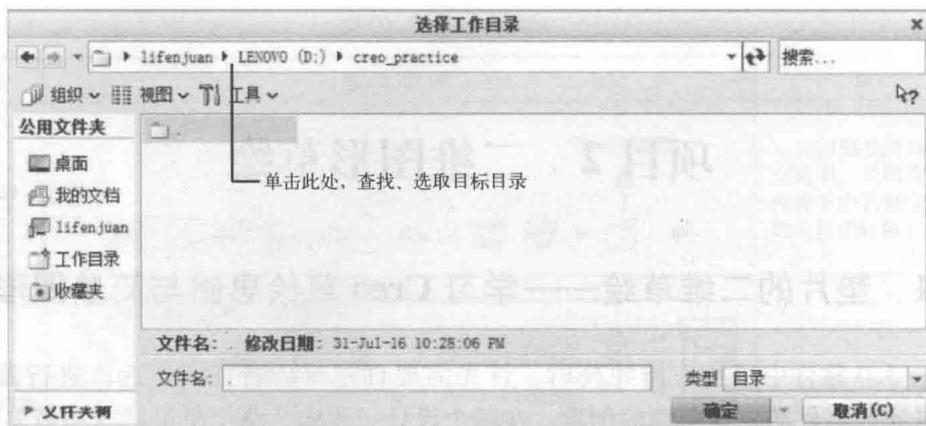

图 2-1-2 “选择工作目录”对话框
① 启动Creo 3.0软件，单击“选择工作目录”按钮，或者选择【文件】下拉菜单→【管理会话】→【选择工作目录】命令。
② 系统弹出“选择工作目录”对话框，如图2-1-2所示，选择D盘，在D盘中新建文件夹“creo\_practice”，并选取目录“creo\_practice”，单击对话框中的“确定”按钮。